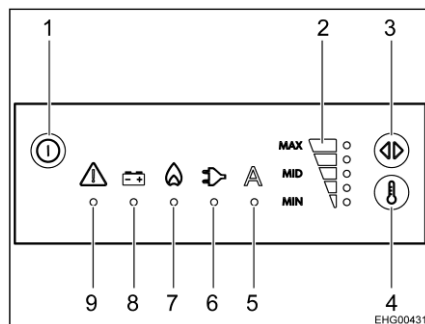

Fig. 267 Display LED
Le modalità di funzionamento e le impostazioni vengono mostrate sul display TFT (Fig. 266) o LED (Fig. 267) presente tra frigorifero e freezer.
Maggiore è la potenza refrigerante impostata per il frigorifero, maggiore è il numero di barre visualizzato nell'indicatore del livello di refrigerazione (Fig. 266,2 o Fig. 267,2).
- Premere il tasto On/Off (Fig. 267,1) per circa 2 secondi. Il frigorifero si accende con le ultime impostazioni selezionate.
- Premere il tasto di regolazione della temperatura (Fig. 267,4) finché viene visualizzato il livello di refrigerazione desiderato (Fig. 267,2).
- Premere il tasto di selezione della modalità di funzionamento (Fig. 267,3) finché la modalità di funzionamento desiderata non viene attivata (Fig. 267,5 fino a 8).
- Premere il tasto On/Off (Fig. 267,1) per circa 4 secondi. Il frigorifero si spegne. Cancellare tutte le indicazioni.